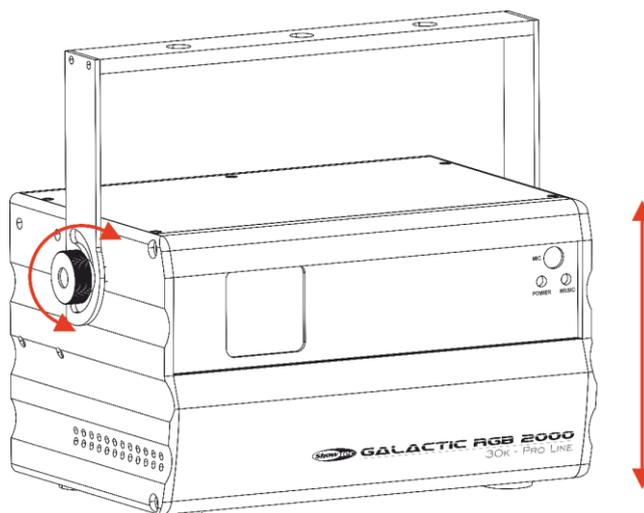

Fig. 10
- 01) Gire los **tornillos de ajuste (04)** en sentido antihorario para aflojarlos.
- 02) Incline el dispositivo hasta el ángulo deseado (véase la Fig. 10).
- 03) Gire los **tornillos de ajuste (04)** en sentido horario para apretarlos. Asegúrese de que el dispositivo no se pueda mover libremente después de haber apretado los **tornillos de ajuste (04)**.